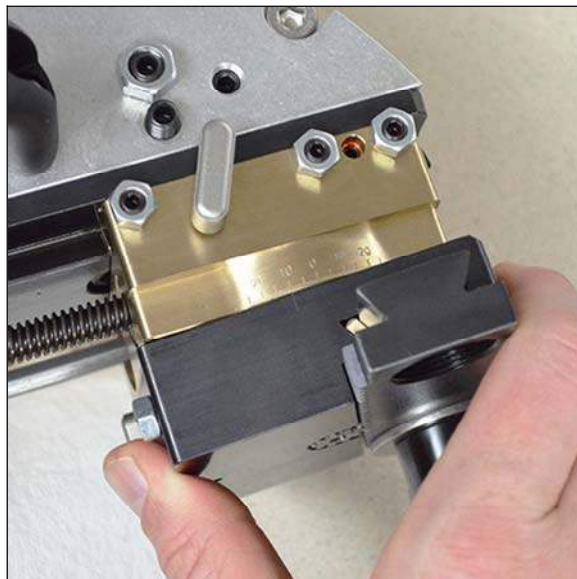

Рис. 3-30. Поворот инструментальной головки (ПОКАЗАНА МОДЕЛЬ FF1200)
4. Поверните инструментальную головку так, чтобы совместить контрольную метку с необходимым углом на угломере (см. рис. 3-30). Если инструментальная головка не поддается движению, повторите шаги 2 и 3.